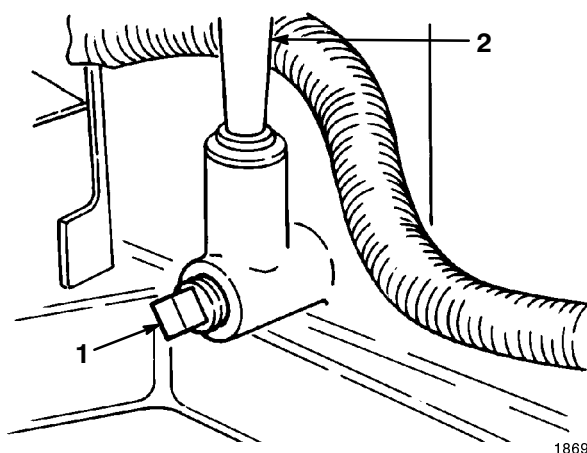

Figure 35
4. Placer une bassine sous le goulot de remplissage et jauge, et enlever le bouchon de vidange (Fig. 35).